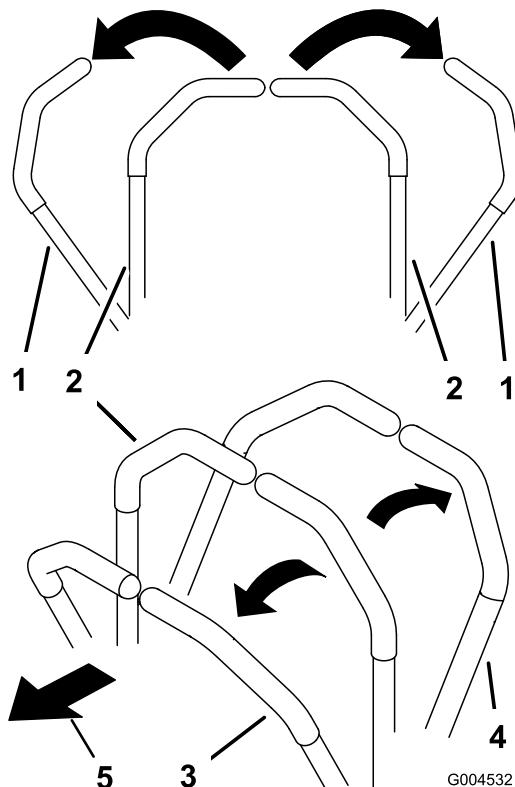

図 17
1. 走行コントロールレバー(図 17)をニュートラル固定位置にセットする。
- ・ 前への直進走行：両方のレバーをゆっくりと前に押す（図 17）。
- ・ 後への直進走行：両方のレバーをゆっくりと後に引く（図 17）。
- ・ 旋回；両方のレバーを手前に引いて走行速度を落とし、曲がりたい方向と反対側のレバーを押す（図 17）。